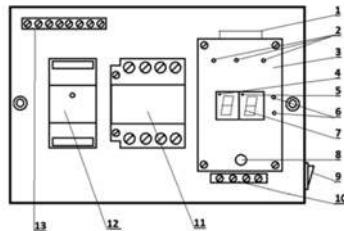

Рис. 1. Органы управления и индикации регулятора температуры «Навигатор»
Цифровой регулятор температуры «Навигатор» состоит из корпуса (Рис.1), электронного блока (3) с подключенными датчиками температуры (красный — подающей трубы и синий обратной трубы); индикаторов работы ступеней нагрева (2); индикатора включения циркуляционного насоса (4); индикатора включения внешнего регулятора комнатной температуры (5); индикаторов канала обратки (синий) и подачи (красный) (6); индикатора температуры (7); ручки управления (8); выключателя (9); переходной колодки (10) подключения циркуляционного насоса и подачи питания блока управления 220 В; реле-контактора 11 (в варианте исполнения Н2 два контактора,
Терморегулятор имеет два гнезда типа 6P4C (поз.1 Рис.1) для подключения внешних устройств регулирования температуры воздуха в помещении. При подключении этих устройств и достижении заданной температуры воздуха обогрев полностью отключается, загорается сигнальная точка в средней верхней части индикатора.
Снять ручку управления 8 (рис.1), открутить два винта и снять крышку блока Навигатор, проложить подводящие кабели согласно схем подключения.